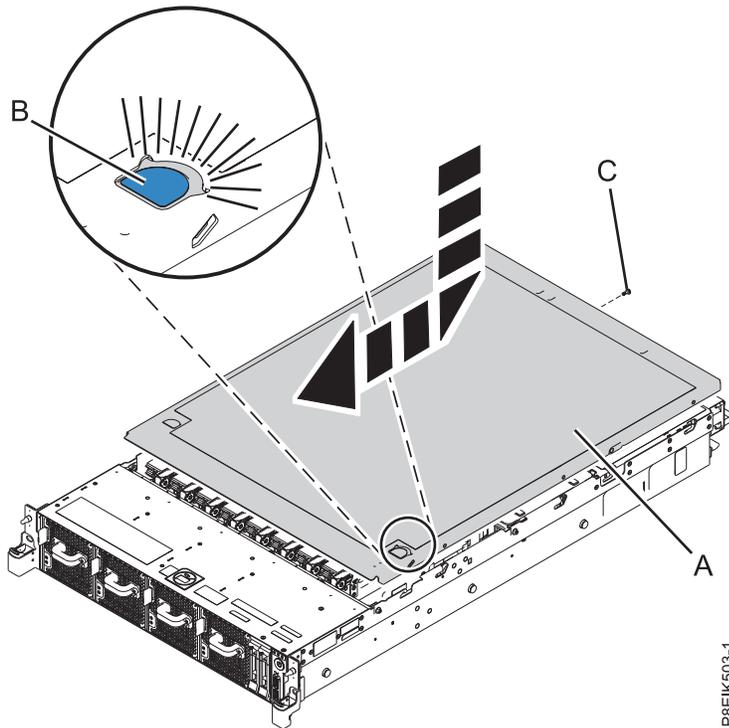

Figura 40. Instalación de la cubierta
1. Coloque la cubierta (A) en la unidad del sistema de tal manera que las patillas de alineación de la cubierta queden alineadas con las ranuras del chasis. Deslice la cubierta hacia la parte frontal del sistema hasta que el pestillo de liberación de color azul (B) quede fijado en su lugar como se muestra en Figura 40 en la página 63.
2. Apriete el tornillo de la cubierta (C) en la parte posterior de la cubierta.